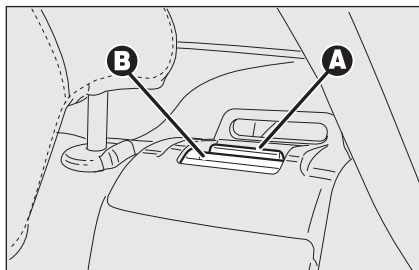

fig. 3
**AVVERTENZA** Su alcune versioni, il corretto aggancio dello schienale è garantito dalla scomparsa della “banda rossa” **A-fig. 3** presente di fianco alle leve **B** di abbattimento schienale. Tale “banda rossa” indica infatti il mancato aggancio dello schienale.
*Assicurarsi che lo schienale risulti correttamente agganciato su entrambi i lati (banda rossa A-fig. 3 non visibile) per evitare che, in caso di brusca frenata, lo schienale possa proiettarsi in avanti causando ferimento ai passeggeri.*